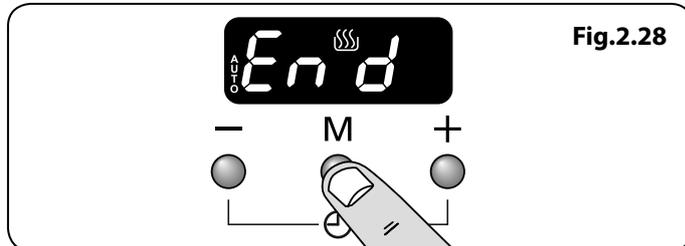
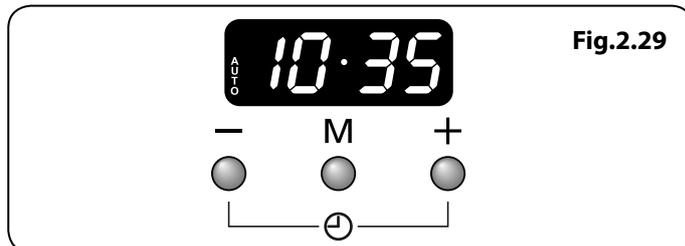

Fig.2.28
Fig.2.29
- Appuyer sur le bouton mode [M] jusqu'à ce que l'écran clignote (End) (**Fig.2.28**). Puis sélectionner l'« heure d'arrêt » à l'aide des boutons [+] ou [-]. L'heure s'affichera avec le mot « AUTO » (**Fig.2.29**).